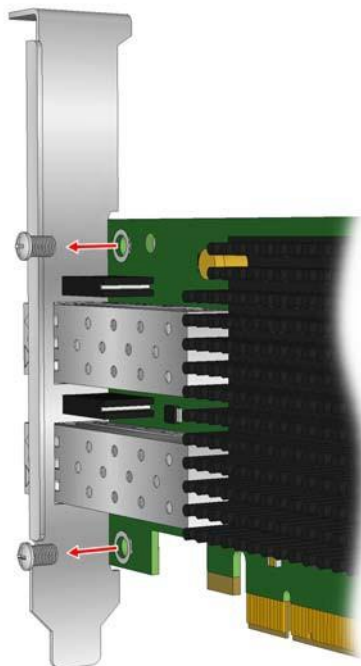

図 2-3 ブラケットの取り外し
7. ブラケットを固定しているネジをアダプタから取り外してください。図 2-3 はブラケットから取り外すネジを示しています。